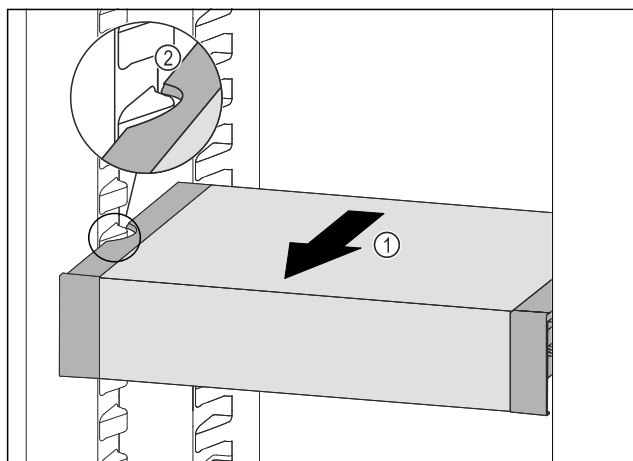

Fig. 93
- ▶ 向前拉动 VarioSafe Fig. 93 (1)，直至 VarioSafe 的侧部凹槽与冷藏区中的容器肋梁持平。 Fig. 93 (2)